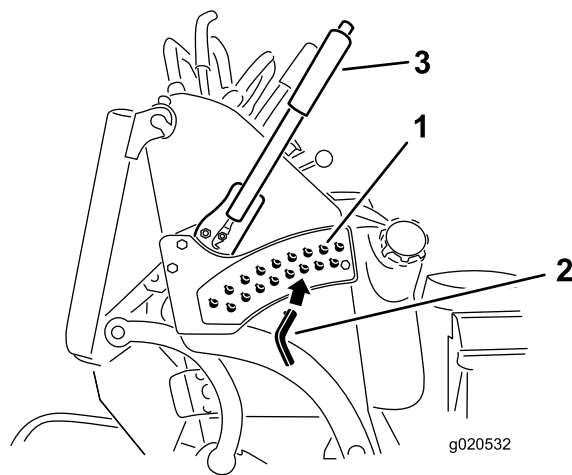

Figura 27
3. Nella staffa dell'altezza di taglio scegliete un foro corrispondente all'altezza richiesta, ed inserite il perno (Figura 27).
4. Premete il pulsante all'estremità della leva e abbassate la leva dell'altezza di taglio al livello del perno (Figura 27).